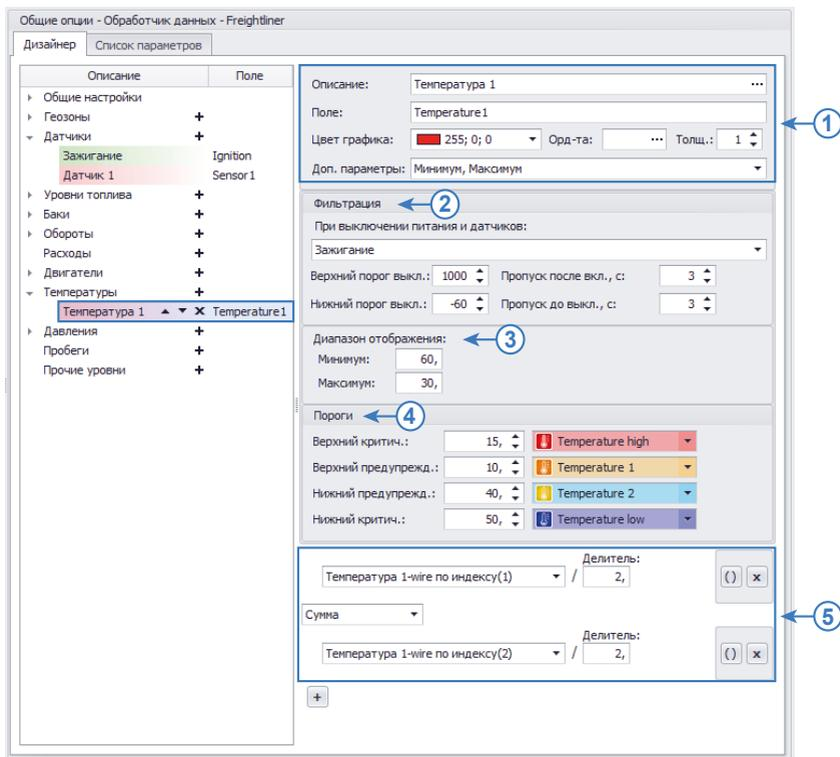

Рис.65. Создание параметра температуры.
**1. Общие настройки (Рис.65, п.1).** Общие настройки описаны в разделе «Общие настройки параметров», поэтому в данном разделе их настройка рассматриваться не будет.
### 2. Настройка первичной фильтрации показаний температуры (Рис.65, п.2)
Диапазон показаний может быть ограничен. В этом случае на графике параметра температуры будут отображаться только те значения, которые не выходят за пределы разрешенного диапазона. Для ограничения диапазона показаний необходимо перейти в группу настроек «Диапазон отображения» и настроить следующие поля (Рис.65, п.3):
Пороги настраиваются в блоке настроек «Пороги». Всего может быть настроено 4 порога (**Рис.65, п.4**): верхний критический, верхний предупреждения, нижний предупреждения и нижний критический. Для того чтобы порог обрабатывался, необходимо задать значение порога и присвоить иконку.
Для получения значения температуры нужного датчика из записей бортового контроллера «АвтоГРАФ» и отображения их в программе необходимо для настраиваемого виртуального датчика температуры задать выражение для расчета (**Рис.65, п.5**).
Для того чтобы задать выражение, необходимо в выпадающем списке выбрать исходный параметр и задать делитель (**Рис.65, п.5**). На Рис.65 показан пример расчета средней температуры по показаниям двух датчиков (1 и 2), подключенных к шине 1-Wire контроллера «АвтоГРАФ». Индексы датчиков определяются при настройке шины 1-Wire контроллера «АвтоГРАФ» в конфигурационной программе.